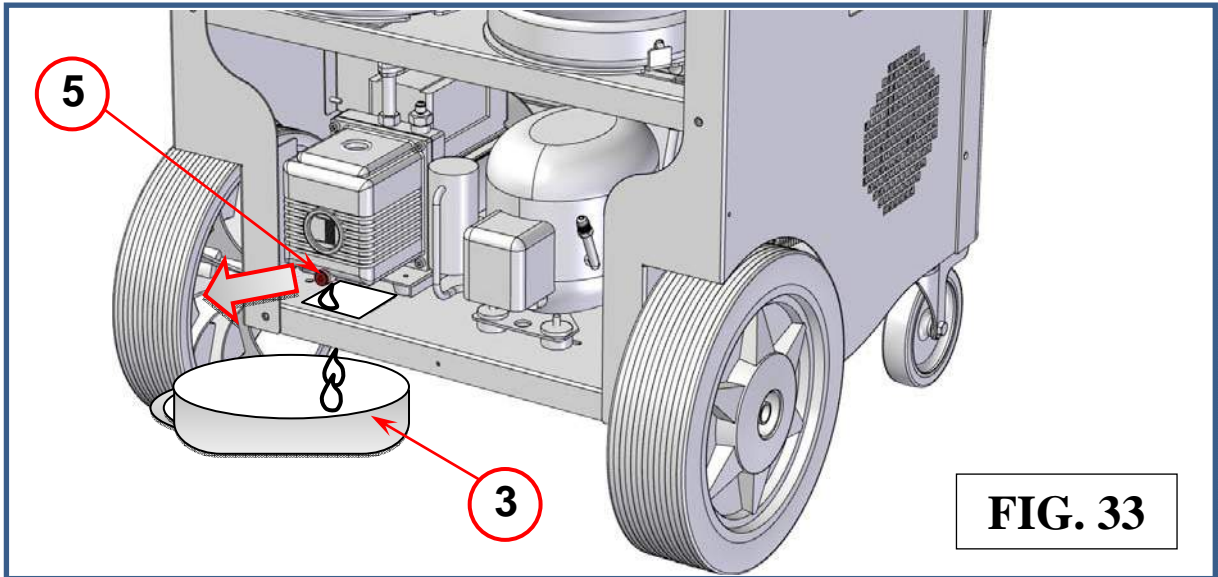

FIG. 33
5) Destornillar el tapón de drenaje (ref 5, Fig.33).
6) Dejar que todo el aceite caiga dentro del recipiente de eliminación (ref 3, Fig.33) (con altura < 10 cm).